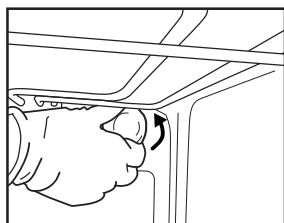

Fig. 6
2. Desaperte a cobertura da lâmpada (Fig. 6), substitua a lâmpada (consulte a nota para ver o tipo de lâmpada) e aparafuse novamente a cobertura da lâmpada.